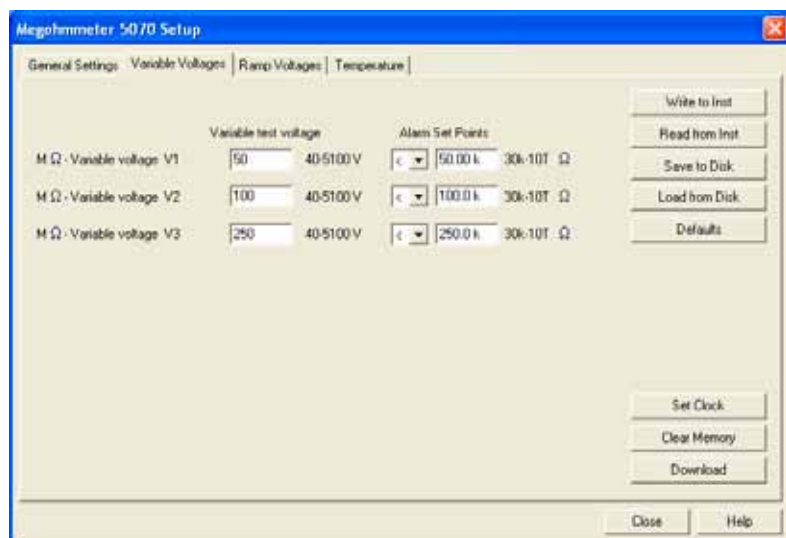

Figura 5
**Voltajes Variables (Variable Voltages)** (Figura 5) – para programar los tres voltajes posibles y sus puntos de ajuste de alarma.